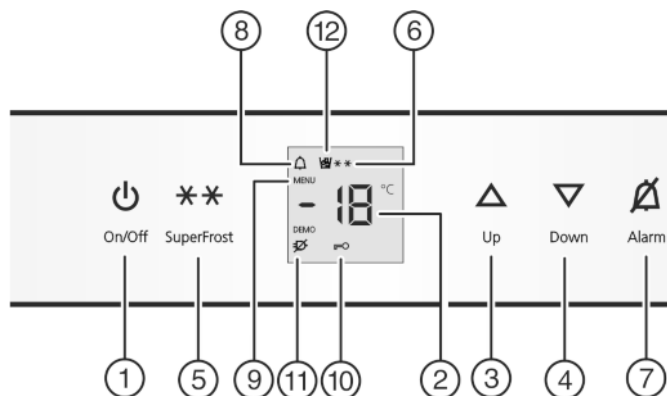

Fig. 2
- ▶ Pritisnite tipko On/Off *Fig. 2 (1)*.
- ▶ Aktiviranje nastavitvenega načina: Pribl. 5 sekund pritisnite tipko SuperFrost *Fig. 2 (5)*.
- ▷ Simbol Meni *Fig. 2 (9)* sveti.
- ▶ Za potrditev kratko pritisnite tipko SuperFrost *Fig. 2 (5)*.
- ▶ Za vklop otroškega varovala kratko pritisnite tipko SuperFrost *Fig. 2 (5)*.
- ▷ Simbol Otroško varovalo *Fig. 2 (10)* sveti. Na indikaciji utripa **c**.
- ▶ Za izklop otroškega varovala kratko pritisnite tipko SuperFrost *Fig. 2 (5)*.
- ▷ Simbol Otroško varovalo *Fig. 2 (10)* ugasne. Na indikaciji utripa **c**.
- ▶ Deaktiviranje nastavitvenega načina: Pritisnite tipko On/Off *Fig. 2 (1)*.
- ▶ Pritisnite tipko Alarm *Fig. 2 (7)*.
Istočasno utripata prikazovalnik temperature in simbol Alarm *Fig. 2 (8)*.
Opozorilni signal avtomatsko ugasne, simbol Alarm *Fig. 2 (8)* se ugasne in prikazovalnik temperature preneha utripati, ko je temperatura spet dovolj nizka.
- ▶ Nastavitev višje temperature: Pritisnite nastavitveno tipko Up Fig. 2 (3).
- ▶ Nastavitev nižje temperature: Pritisnite nastavitveno tipko Down Fig. 2 (4).